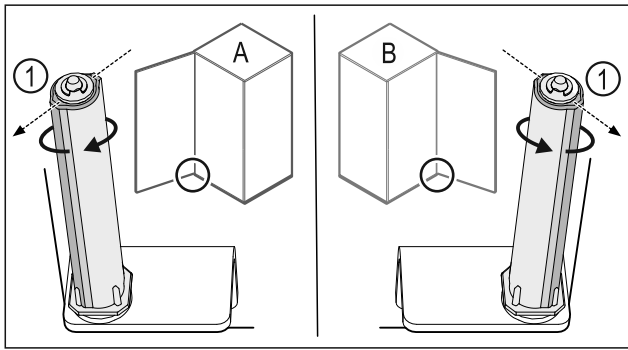

Fig. 30 Ľavý doraz (A)/pravý doraz (B)
- ▶ Otáčajte systém zatvárania proti odporu, kým nebude mostík systému zatvárania Fig. 30 (1) ukazovať von.